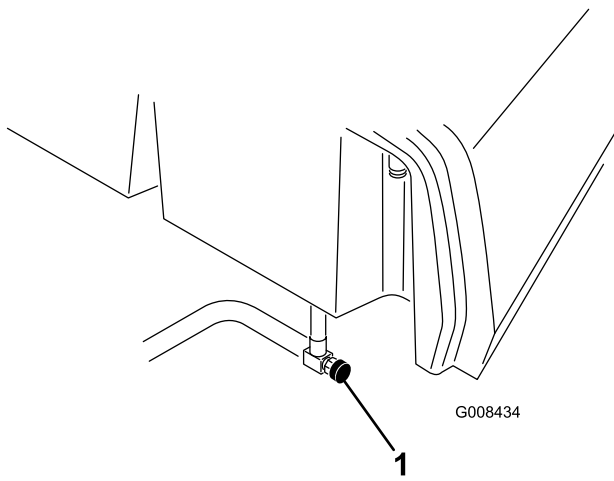

図 35
1. 長期間保管する場合には燃料バルブ 図 35を閉じておく。